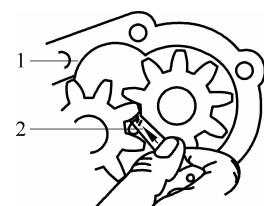

图 3-13 检查齿轮啮合间隙
(4) 泵轴的检查与修理。用百分表检查泵轴是否弯曲, 如果指针摆差超过 0.06mm, 应进行校正。主动轴与轴套孔的配合间隙, 使用极限为 0.15mm。从动轴如有明显的单面磨损, 可将其压出, 把磨损面调转 180°再压入孔内继续使用。主动轴上端铆固的传动齿轮与泵壳尾端之间的间隙一般为 0.025~0.075mm, 最大不超过 0.12mm, 超过时可在泵壳尾端焊修或加垫调整。
(5) 齿轮啮合间隙的检测。检查主、从动齿轮啮合间隙方法为用塞尺在互成 120° 处分三点测量(见图 3-13)。齿隙增大的原因, 是由于齿轮的磨损或主动轴与泵壳、从动轴与齿轮轴孔之间磨损引起的。如果齿轮磨损不严重, 可将齿轮转面使用; 如磨损超过使用限度, 应成对更换齿轮。主、从动齿轮与传动齿轮齿面上如有毛刺, 可用油石光磨。
(6) 限压阀的检修。限压阀检修的内容包括弹簧弹力与阀体磨损情况, 阀体在阀孔中应灵活且密封性能良好则为合格, 否则应更换阀体或阀座。弹簧弹力可用弹簧秤测试, 不合格则更换。